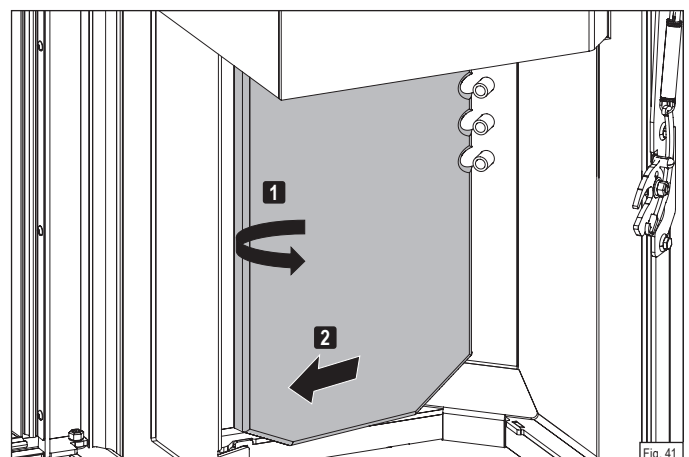

Fig. 41
- ▶ Tournez la pierre thermique de gauche **1** et retirez-la du foyer **2** (Fig. 41).